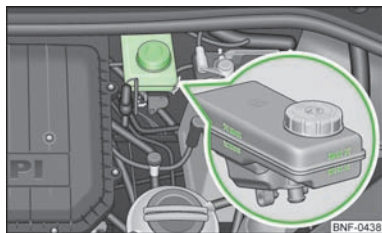

Fig. 100
- Verifique o nível do líquido de travões no respectivo reservatório » Fig. 100. O nível deve estar entre as marcas «MIN» e «MAX».